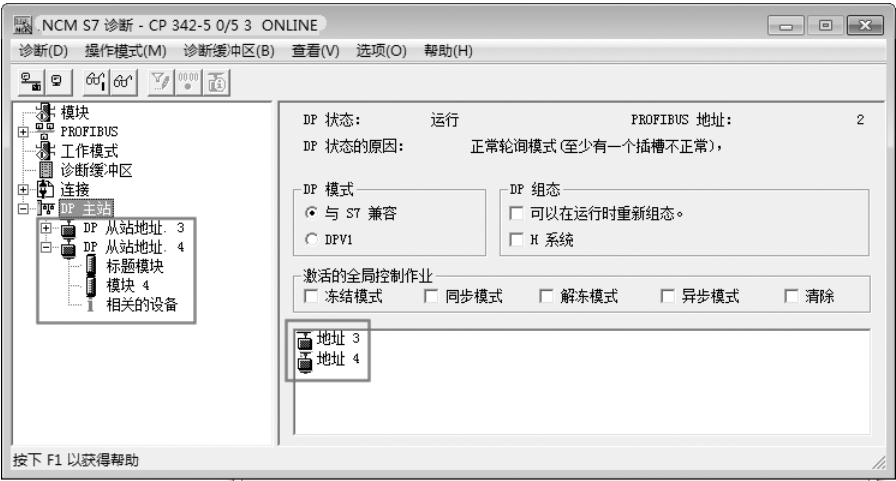

图 12-106 节点状态
5) 4号站是“掉站”，“掉站”的常见原因有可能是 DP 通信接头松动、DP 电缆断开、站点断电和从站通信模块损毁等。经检查发现是4号站断电。再次监控，如图12-106所示，发现4号站正常，说明故障原因已经找到了。